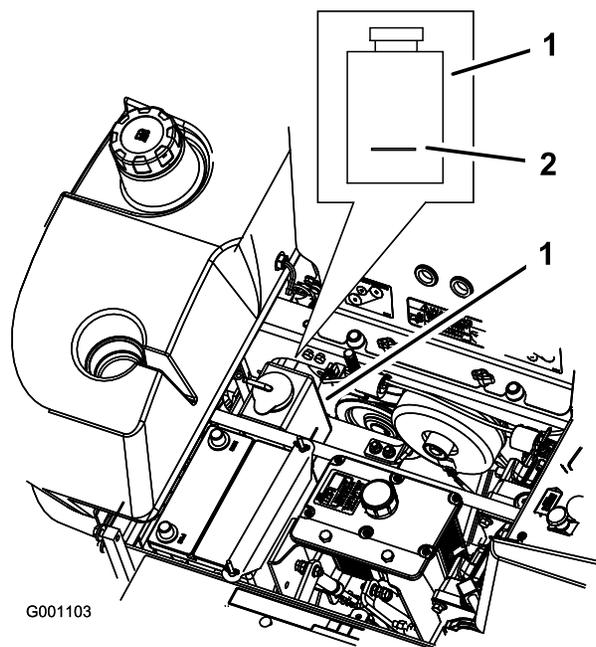

Figura 84
3. A motore freddo, controllate il livello della bottiglia di troppopieno. Il fluido deve raggiungere la sporgenza all'esterno della bottiglia di troppopieno (Figura 84).
4. Se il livello del refrigerante è basso, rabboccate la bottiglia di troppopieno con una miscela di 50% antigelo a lunga durata/DexCool® e 50% acqua (Figura 84).
5. Versate la miscela refrigerante 50/50 nella bottiglia di troppopieno e riempite fino alla linea tracciata sulla bottiglia (Figura 84).